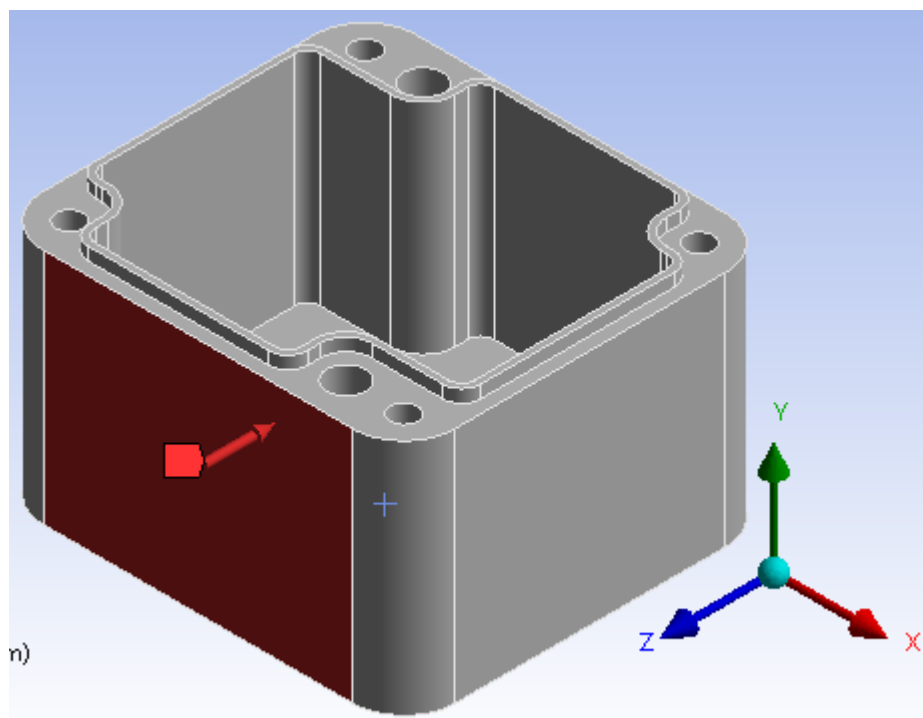

Рисунок 62 – Приложение силы к боковой грани
– Первый статический анализ: зафиксировать нижнюю плоскость и воздействовать на длинную боковую грань силой (Force), соответствующей варианту из таблицы 3 (рисунок 62);